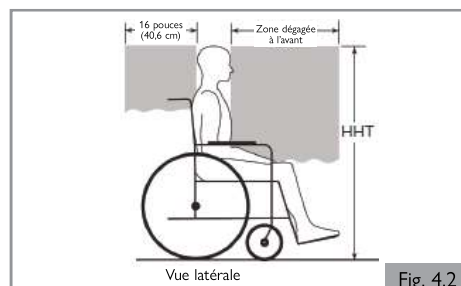

Fig. 4.2
7. La hauteur d'assise estimée depuis le sol jusqu'au haut de la tête de l'occupant du fauteuil roulant est comprise entre environ 47 pouces (119 cm) pour une femme adulte de petite taille et 61 pouces (155 cm) pour un homme adulte de grande taille (Fig. 4.2).